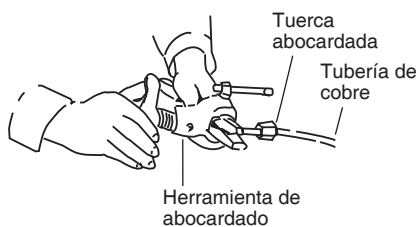

Fig. 5-3
- (3) Quite la tuerca abocardada de la unidad y asegúrese de montarla en el tubo de cobre.
- (4) Hacer un abocardado en el extremo del tubo de cobre con una herramienta de abocardado. (Fig. 5-3)